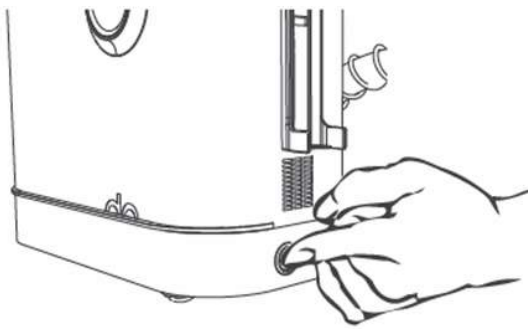

Fig. 7
5. Steek de stekker in het stopcontact en druk vervolgens op de aan/uit-schakelaar om het apparaat in te schakelen (zie fig.7).